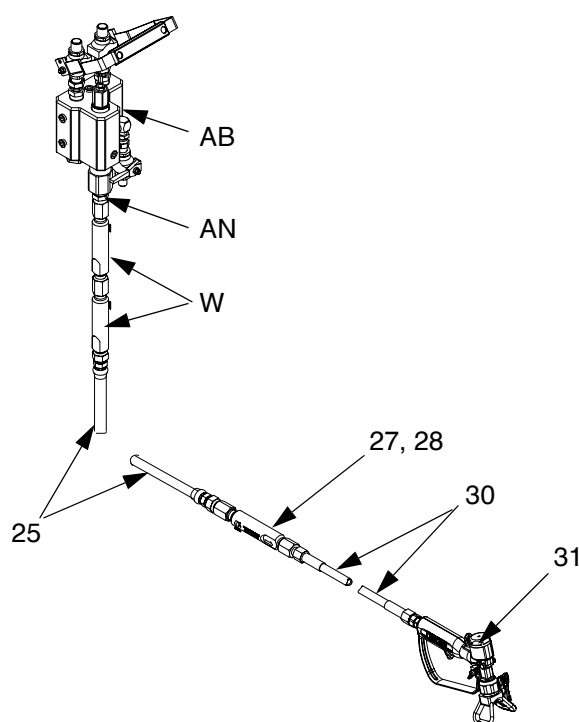

Рис. 7
1. С помощью элементов смесителя (W) соедините выходное отверстие двух основных труб статического смесителя со шлангом смесителя (25), очищающим смесителем (27, 28), соединительным шлангом (30) и пистолетом-распылителем (31). См. Рис. 7.
2. При необходимости установите шланг смешивания жидкостей между шлангом смесителя (25) и очищающим смесителем (27, 28).